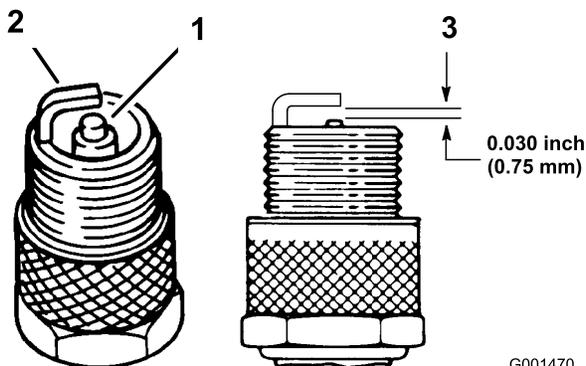

Figura 41
4. Verifique o estado dos elétrodos lateral e central, bem como do isolante do eléctrodo central, certificando-se de que não se encontram danificados (Figura 41).
5. Ajuste a folga existente entre a zona central e lateral dos elétrodos para 0,76 mm (Figura 41).